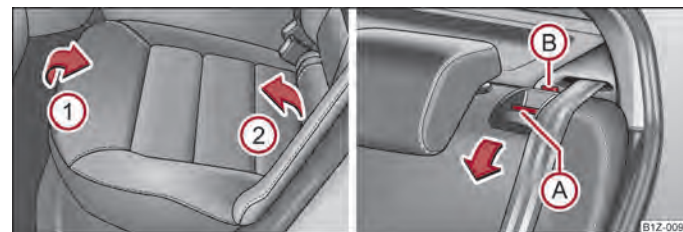

Fig. 47 Deplasarea în față a scaunului/Deblocarea spătarului banchetei
- Ridicați bancheta din spate în sensul săgeții (1) și rabatați-o în față conform săgeții (2) ⇒ fig. 47.
- Apăsăți butonul de deblocare (A) și pliați spătarul scaunului din spate. ▶
- Asigurați-vă că punctul de culoare roșie **B** este acoperit ⇒ fig. 47.